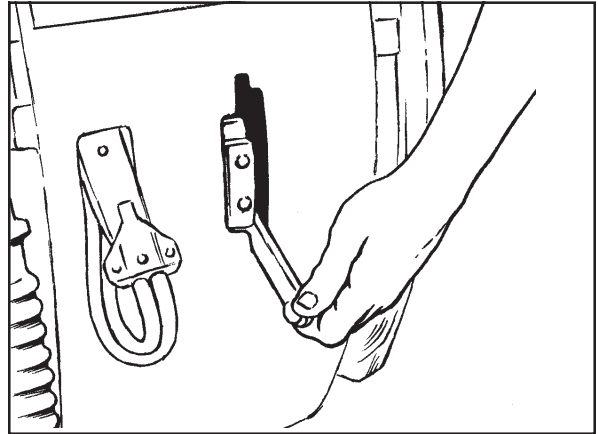

Figura 18
1. Para bajar la bayeta y arrancar el motor de aspiración, mueva la palanca de la bayeta hacia la derecha y bájela (véase figura 18).